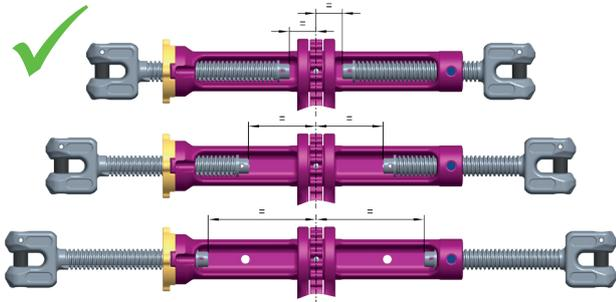

Fig. 4: Avvitamento/svitamento corretto per accorciare e allungare (equidistanza)
- Ruotare il tenditore ICE-CURT-(K)-GAKO, prima di un sollevamento, nella sua posizione più accorciata (T) per consentire un successivo allungamento del braccio di catena.
- Garantire sempre la rotazione parallela equidistante dei mandrini sia durante l'avvitamento che lo svitamento (Fig. 4).